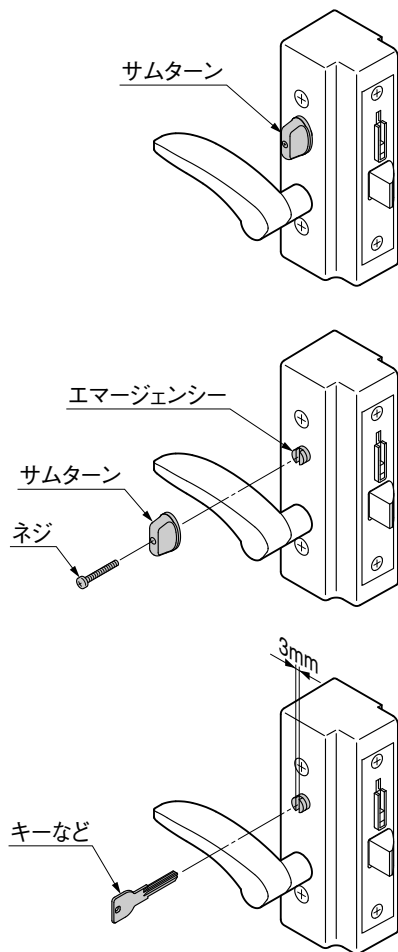

図4-2
- エマージェンシー機構で施錠・解錠するには、3mm幅の溝に入るキーの先端やコイン、マイナスドライバーなどを差込んで回転してください。(図4-2参照)